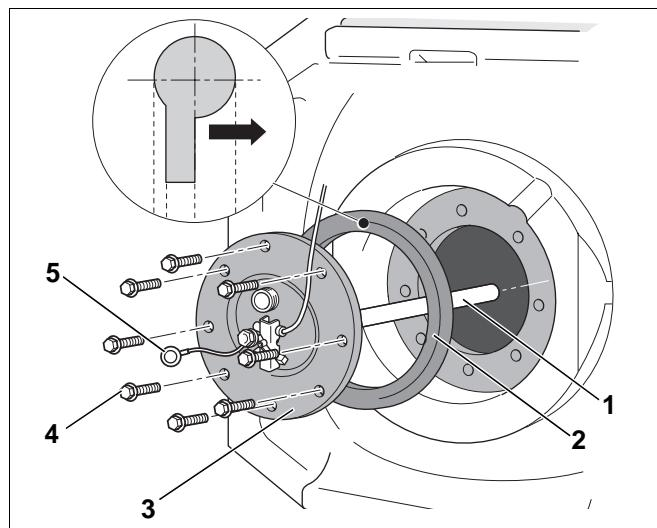

Рис. 18 Установка магниевого анода
- Установить магниевый анод (рис. 18, поз. 1) с крышкой смотрового люка. При этом следует обратить внимание на положение уплотнения: выдавленная надпись "Deckelseite" ("к крыше") должна прилегать к крышке люка для чистки.
- Мы рекомендуем при установке нового магниевого анода использовать новую крышку смотрового люка (рис. 18, поз. 2), чтобы избежать неплотностей в баке.
- Вручную закрутить болты (рис. 18, поз. 4) на крышке смотрового люка.
- Установить ушко заземляющего кабеля (рис. 18, поз. 5) вместе с болтом и зубчатой шайбой.
- При установке ушка заземляющего кабеля (рис. 18, поз. 5) с болтом на крышке смотрового люка необходимо обеспечить хорошую проводимость тока, чтобы не нарушить функцию магниевого анода.
- В заключение затянуть болты (рис. 18, поз. 4) гаечным ключом на три четверти оборота (соответствует рекомендуемому моменту затяжки 40 Нм).